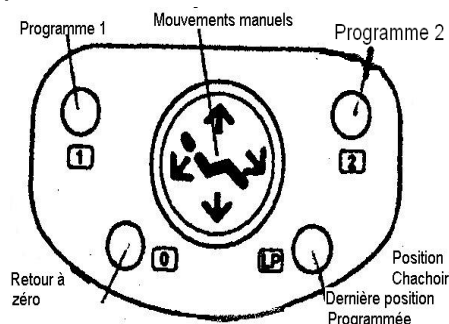

Fig : 4-5 Pédale de commande fauteuil
2 positions peuvent être mémorisées ① et ② (fig 4-5)
- B) Appuyer sur la touche de programmation ① ou ② plus de 3 secondes (jusqu'au bip sonore).
- C) La position ① ou ② est mémorisée.